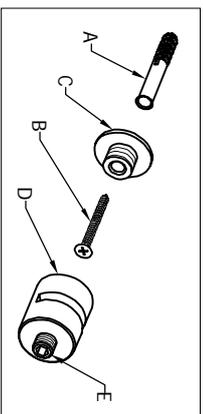

Fig. 1
- Fissare a parete i particolari (C) con le apposite viti (B) e tasselli (A) (Fig. 1) e avvitare i cilindri fresati (D).
- Posizionare le aste della struttura (P) sulle fresate dei cilindri (D) e bloccare le aste avvitando il grano (E) (Fig. 1).
- Fix at the wall the details (C) with the screws (B) and the dowels (A) (Fig. 1) and screw the milled cylinder (D).
- Place the rods of the structure (P) on the millings of the cylinders (D) and block the rods by screwing the pin (E) (Fig. 1).